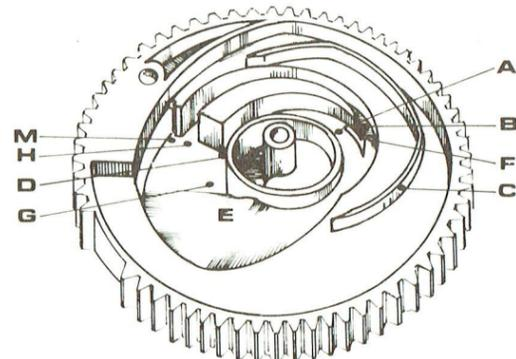

Fig. 2
I - FONCTIONS DE LA CAME (Fig. 2 et 3)
La came a été conçue en vue de transmettre au bras, par l'intermédiaire du doigt (71) solidaire du levier de position (44), des informations de déplacements vertical et horizontal. Le déplacement vertical est donné par les différents niveaux de la came, le déplacement horizontal par ses différents rayons de courbure repérés sur la figure 2 par des lettres de A à M.
II - FONCTIONNEMENT MANUEL (Fig. 2 et 3)
III - FONCTIONNEMENT AUTOMATIQUE (Fig. 2 et 3)